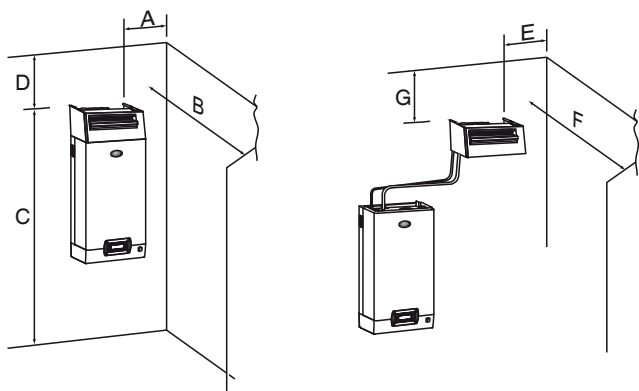

Рис. 3.с
2. Г-образное крепление (см. поз. 1, Рис. 3.c) входит в комплект поставки парораспределительных трубок моделей DP085* – DP025*. Более короткие крепления заказываются отдельно (артикул 18C478A088).
Парораспределители для установки в помещениях. Комплекуются вентилятором, способствующим поглощению пара воздухом. Вентиляторные парораспределители VSDU0A* подходят для увлажнителей производительностью до 18 кг/ч (39.7 фунт/ч), т. е. моделей UR002... UR013. Такой вентиляторный парораспределитель может устанавливаться как прямо сверху увлажнителя, так и крепится отдельно от него на некотором расстоянии при помощи крепления VSDBAS0001 (см. Рис. 3.с). Вентиляторный парораспределитель подсоединяется к контактам питания увлажнителя в секции электрических соединений (24 В переменного тока, контакты X1, X2).